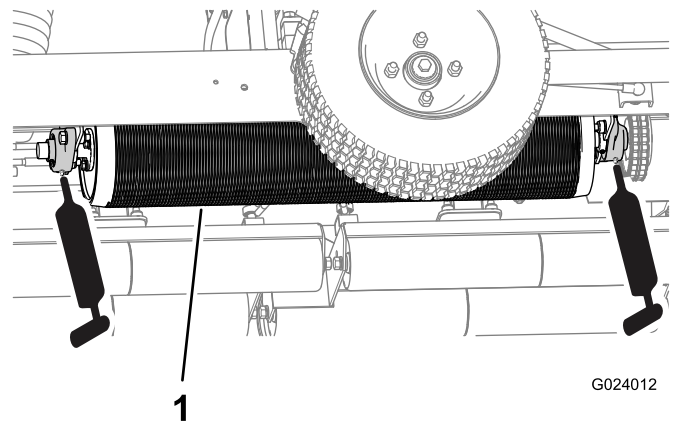
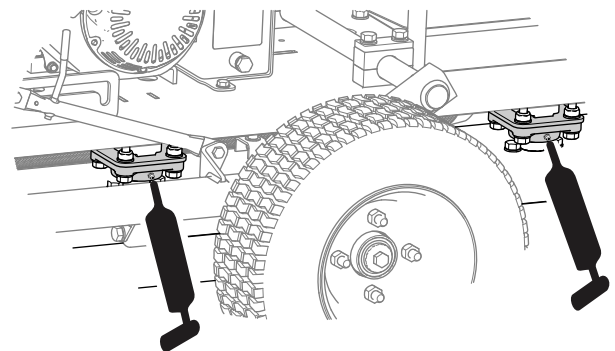

Bild 21
Bild 22
2. Pumpen Sie Schmiermittel in die Bereiche, wie in Bild 21 und Bild 22 abgebildet.